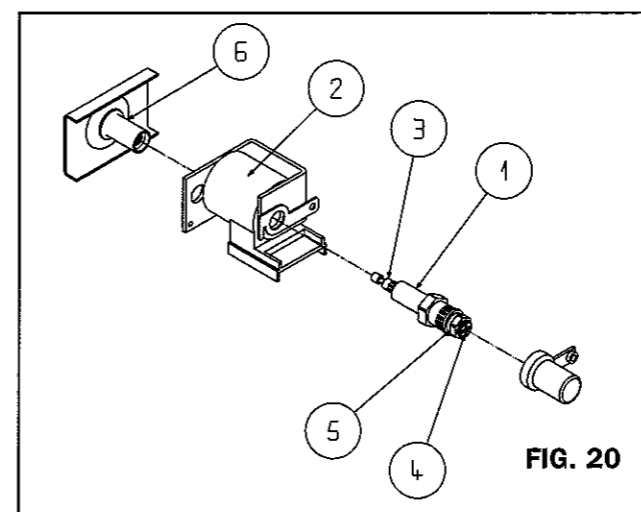

FIG. 20
2.10 MODULATORE (vedi fig. 20)